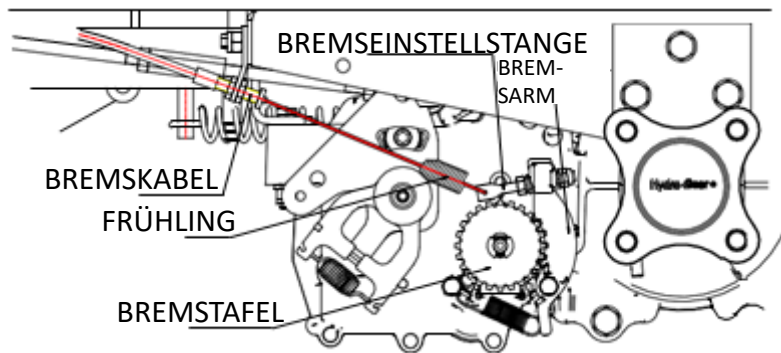

FIG.8
- Siehe ABB. 8 Die Zahnräder des Bremsarms sind mit den Zahnrädern der Bremsscheibe verbunden. Stellen Sie die Mutter am Federeinstellhebel ein. Stellen Sie sicher, dass die Feder im freien Zustand 12 mm (1/2") Auszug hat. Stellen Sie den einstellbaren Bremshebel auf die gleiche Weise ein.